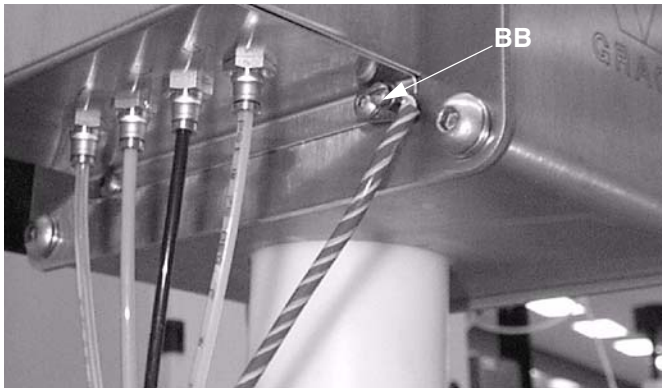

FIG. 25
Collegare il filo di terra dal morsetto di terra del Gun Flush Box (BB) a una messa a terra efficace. FIG. 25.